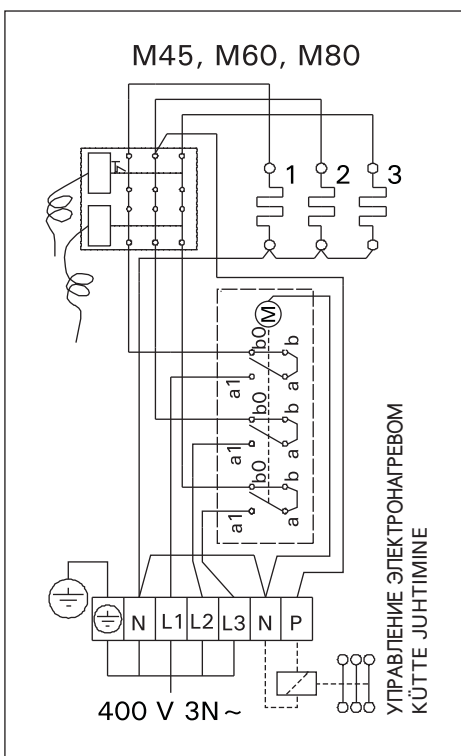

Рисунок 13. Электромонтаж каменки M
- Кроме клемм питания каменки М оснащены также клеммой (Р), которая делает возможным управление электрическим нагревом (рис. 13). Управляющее напряжение передается от каменки, когда она включена. Кабель управления электронагревом подводят прямо к соединительной коробке каменки и дальше с помощью резинового кабеля, равного по сечению соединительному кабелю, к клеммнику.